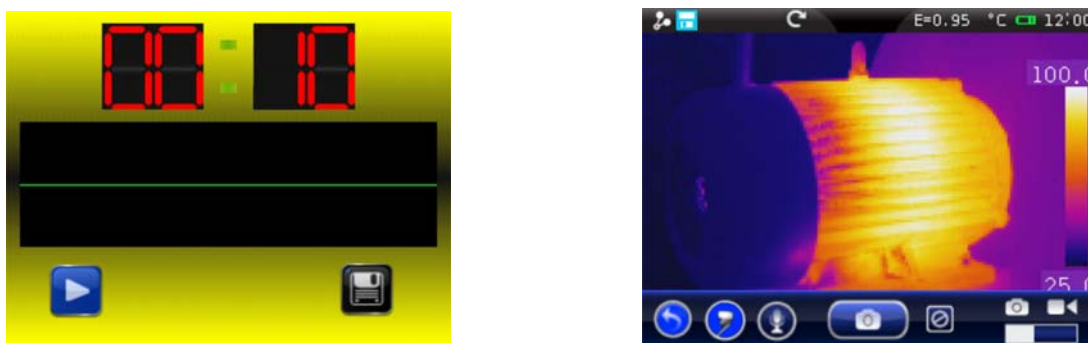

Fig. 62: Finalización anotación de voz
6. Toque el icono “” para terminar la grabación. La siguiente pantalla se muestra (vea la Fig. 62 – Parte izquierda):
7. Toque el icono “” para guardar la anotación de voz asociada a la imagen guardada con anterioridad o la tecla “” para salir sin guardar. El instrumento muestra la pantalla de Fig. 62 – Parte derecha y está listo para un nuevo guardado de la imagen